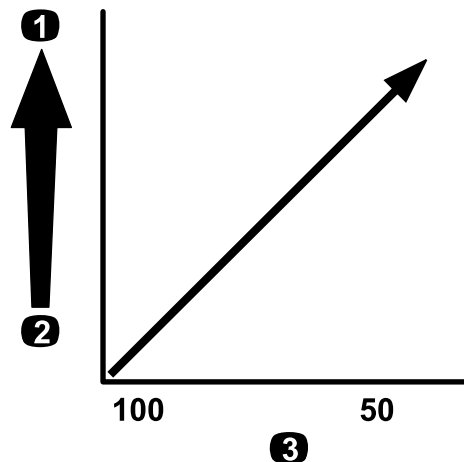

**Figura 25**
**Importante:** Se state irrorando con prodotti chimici a viscosità più elevata (densità maggiore) o soluzioni con polveri bagnabili, potrebbe essere necessario utilizzare una rete della griglia più grossolana per il filtro dell'ugello opzionale, fate riferimento a Figura 25.